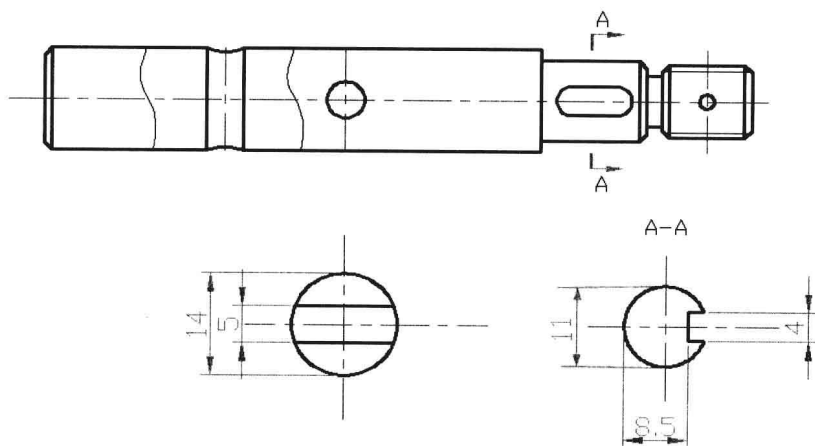

图 5-4-2
(2) 单击“绘图”面板名称，展开面板，单击“样条曲线”按钮 \sim ，在主视图中绘制局部剖视图的曲线。
(3) 在“注释”面板中单击“多行文字”按钮 \mathbf{A} ，创建文字“A-A”。
(4) 使用绘图和修改工具绘制传动轴断面图和局部剖视图的轮廓，位置如图 5-4-2 所示。